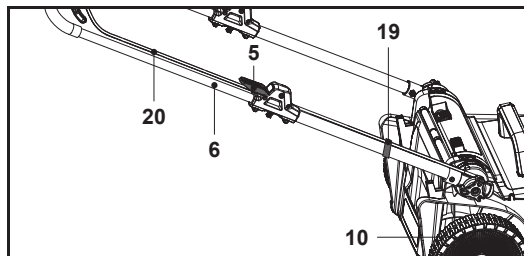

Fig. 4
9. Fixe o cabo de controlo (20) ao grampo do cabo (19), que pode estar pré-instalado por baixo da alavanca de bloqueio (5) (Fig. 4).